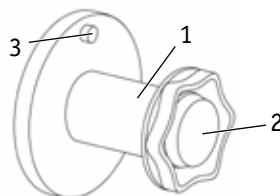

Рис. 7.3. Ось катушки.
6. Установите катушку с проволокой на ось катушки (см. рис. 7.3). Не допускайте перекоса катушки (см. рис. 7.4).